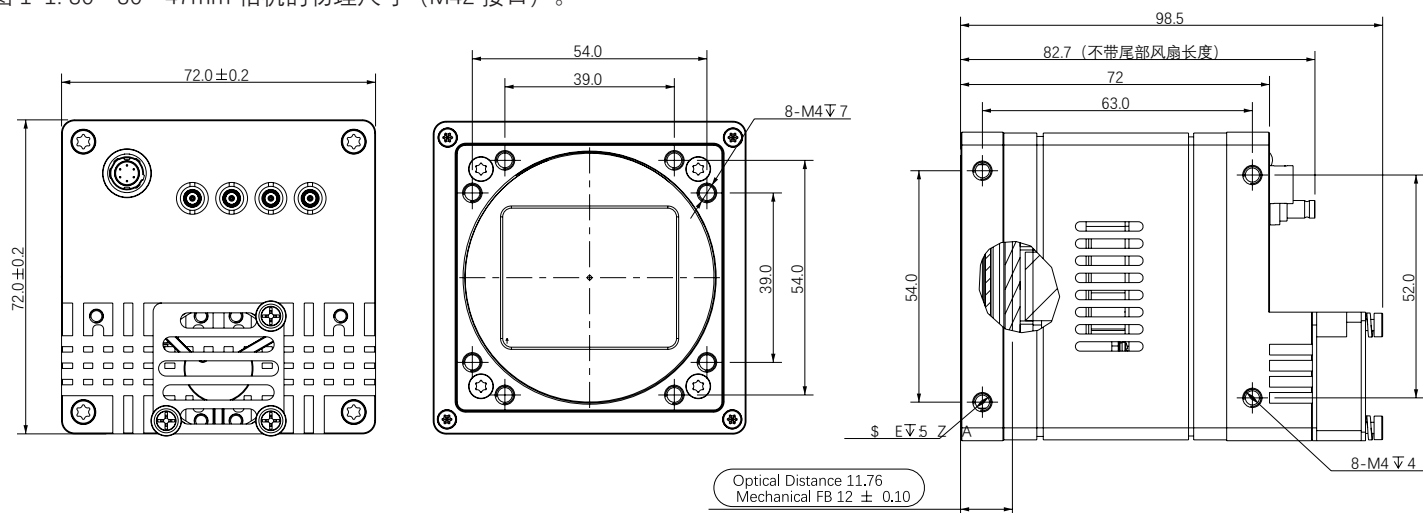

图 1-2: 72 * 72 * 72mm 相机的物理尺寸 (M58 接口)。
- $72 \times 72 \times 72\text{mm}$ M58 接口相机尺寸图如图 1-2 所示。